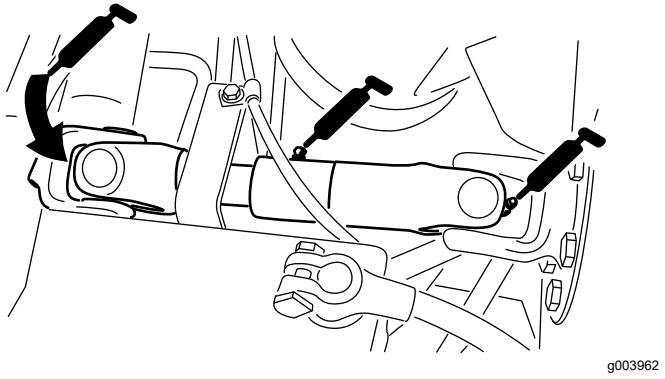

Рисунок 41
- Крестовина карданного вала насоса (3 шт.) — Рисунок 41